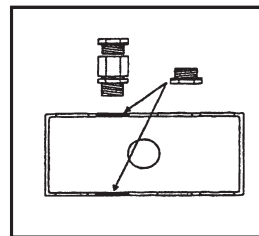

Fig. 1 :
- 3 Faites des trous d'entrée pour le câble dans les boîtier en plastique ou métallique en retirant les pastilles préformées appropriées. (Voir la Fig. 1).